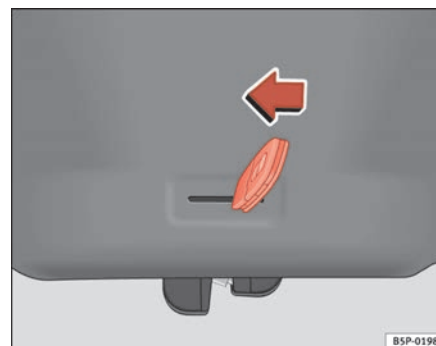

Fig. 68 Tampa traseira: abertura de emergência
- Introduza o palhetão na ranhura e destranque o sistema de fecho, rodando a chave da direita para a esquerda, tal como indica a seta ⇒ **fig. 68. ■**